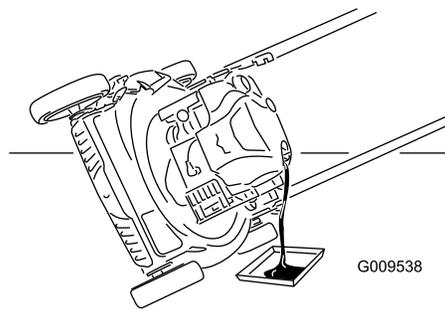

Рисунок 27
3. Для слива отработанного масла через маслозаливной патрубкок переверните газонокосилку набок воздушным фильтром вверх (Рисунок 27).
4. **Медленно** заливайте масло в маслозаливной патрубкок до тех пор, пока уровень масла не достигнет отметки **Full (ЗАПОЛНЕНО)** на масломерном щупе (Рисунок 27). Проверка уровня масла с помощью щупа производится через 3 минуты после долива. **Не допускайте переполнения картера.** (Макс. объем масла: 0,59 л (20 унций.), тип: автомобильное моющее масло (SAE 30), имеющее классификацию API: SF, SG, SH, SJ, SL или выше.)